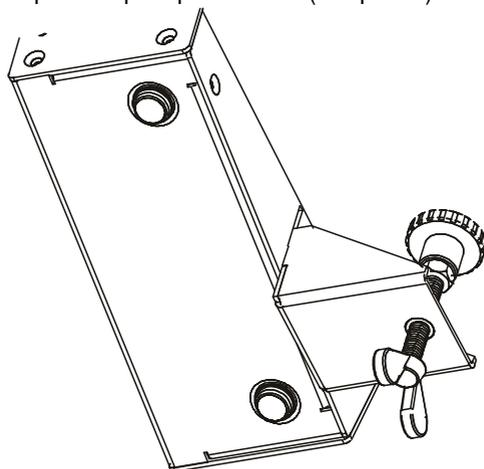

Рис. 5. Установка крепежных струбин в проушины
3. Вставить два крепежных кронштейна со струбинами в проушины по обеим сторонам прибора **VP-727T** (см. рис. 5).